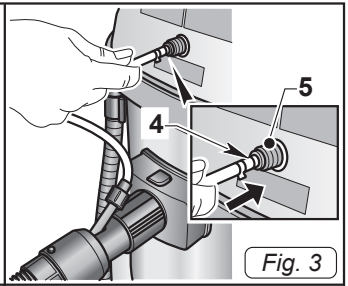

Fig. 3
- Collegare il tubo (4 Fig. 3) di mandata detergente al raccordo rapido (5 Fig.3); per sganciarlo spingere il raccordo rapido (5 Fig.3) verso l'interno.